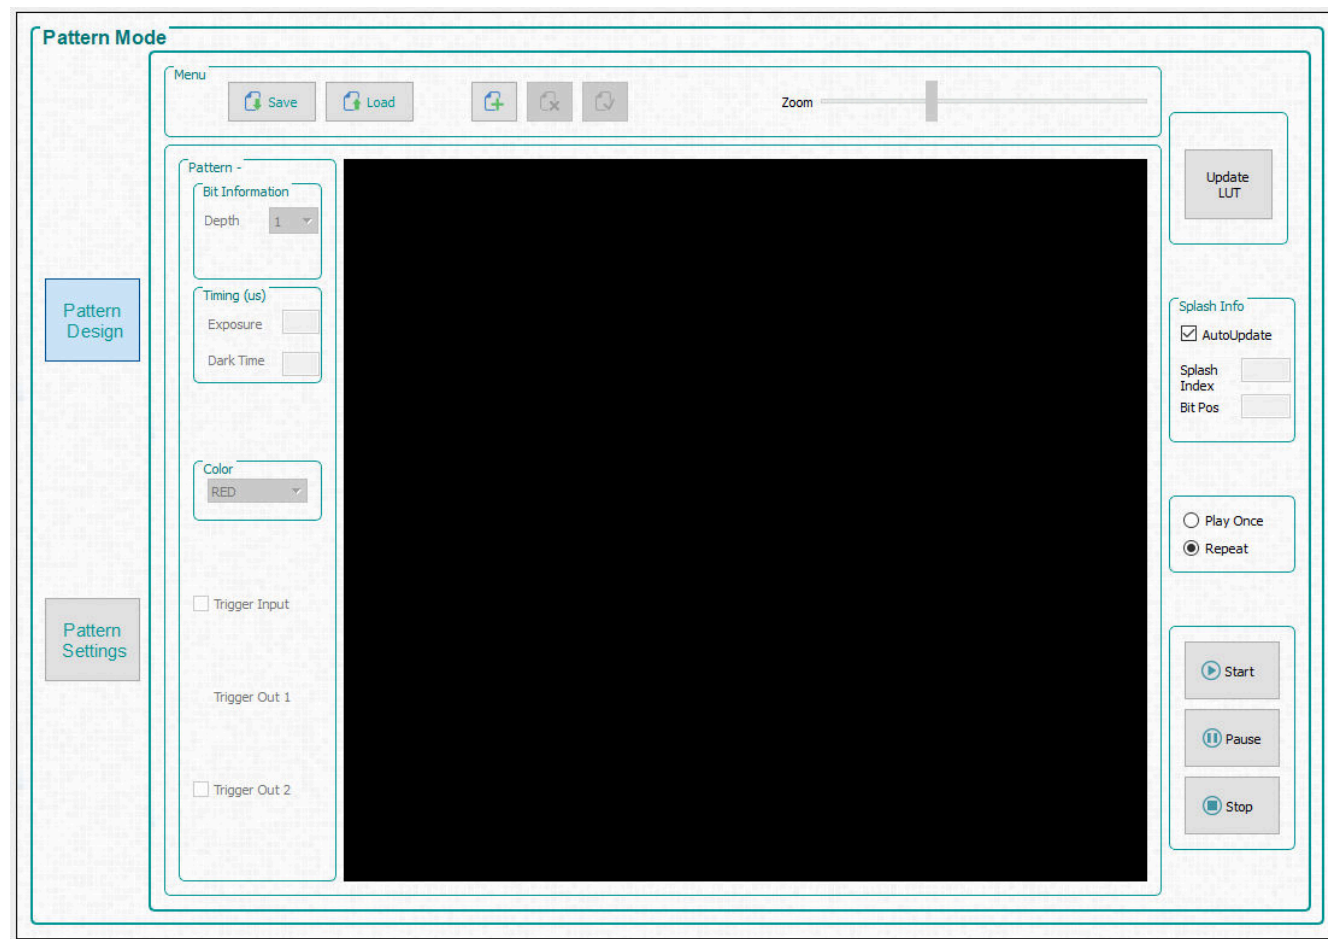

图 3-6. 图案模式设计面板
点击 GUI 顶部的 **Pattern Mode** 按钮以显示 **Pattern Mode** 面板，如图 3-6 所示。
2. 从 **Operating Mode** 编组框中勾选 **Pattern On-The-Fly Mode**，然后点击 **Pattern Design** 按钮，这样就会显示较大的黑色面板，如 图 3-6 所示。
4. 从 *Operating Mode* 编组框中选择 *Video Pattern Mode*，然后点击 *Pattern Design* 按钮，这会显示较大的黑色面板，如 图 3-6 所示。